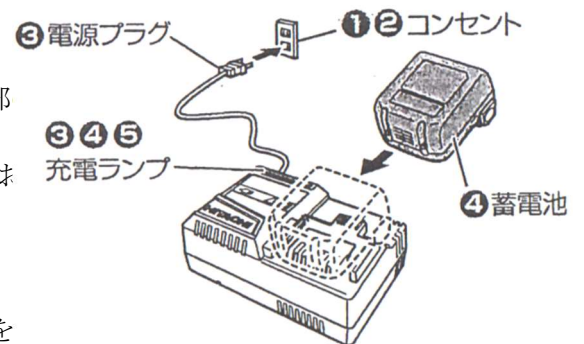

図D-1
1. パンチャーよりバッテリーを取り外します。(図D-1)
4. 充電したバッテリーを取付けます。(図D-1)